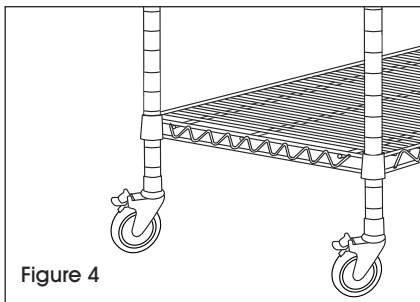

Figure 4
3. Placez l'unité à la verticale. Tapotez délicatement la tablette vers le bas pour le fixer. (Voir Figure 4)